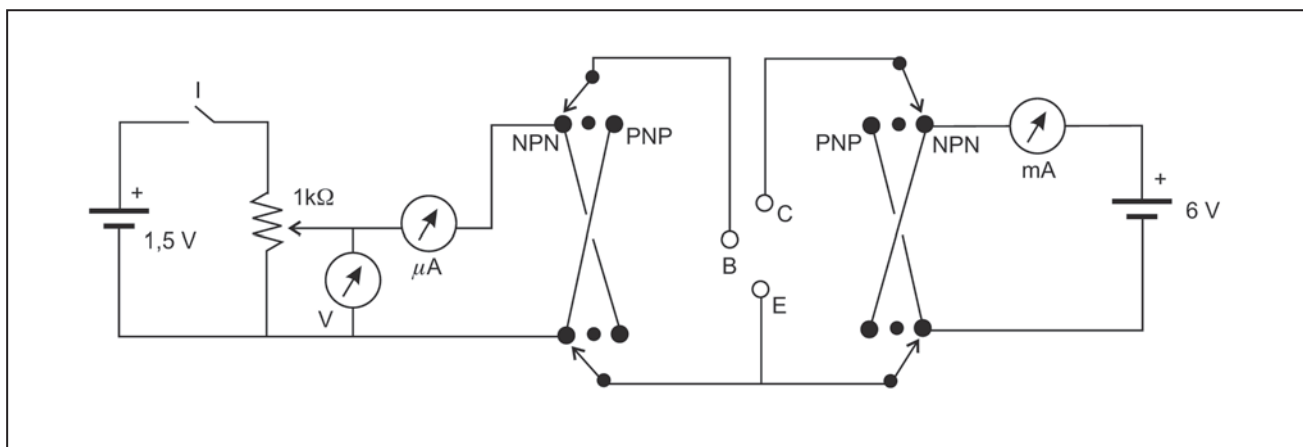

Fig. 1 - Provatransistor con tre strumenti indicatori
**Lo strumento** - Il provatransistor consiste di una scatola con tre vecchi strumenti di diversa provenienza, un commutatore per invertire le polarità e un potenziometro per regolare la corrente d'ingresso della base (Fig. 1).